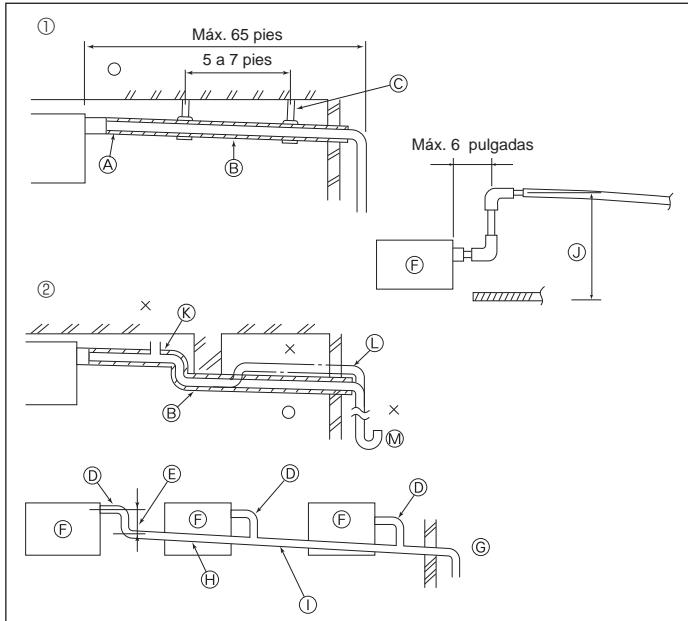

Fig. 3-4
3.4. Tubería de drenaje (Fig. 3-4)
- ① Tubería correcta
② Tubería incorrecta
③ Aislamiento (9 mm (11/32 pulgada) o más)
④ Pendiente de descenso (1/100 o más)
⑤ Soporte metálico
⑥ Purgador de aire